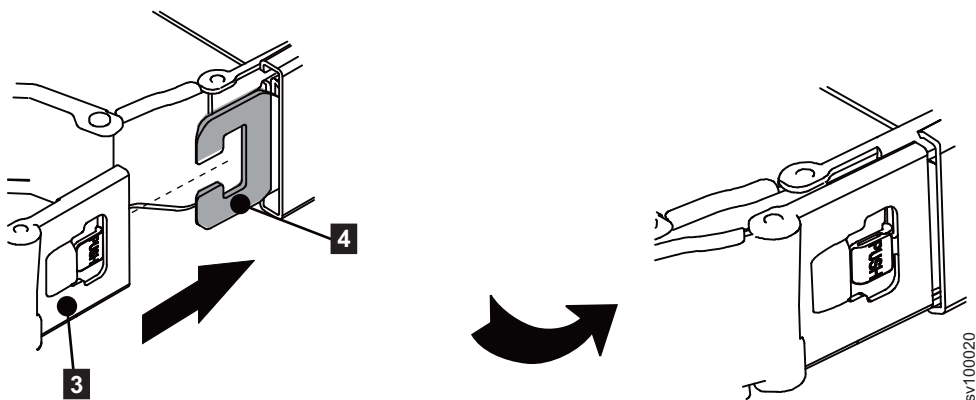

Figura 25. Instale o membro externo
3. Instale o conector externo do suporte para organização de cabos (3) na base do conector do suporte para organização de cabos no membro externo (4). Consulte Figura 25.